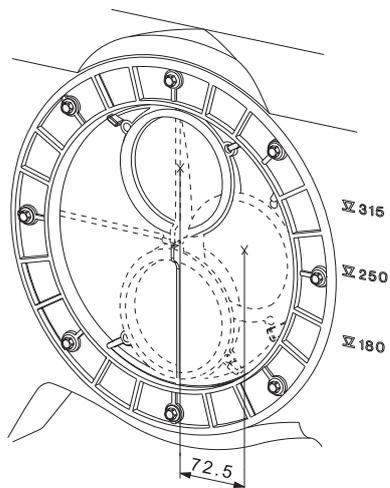
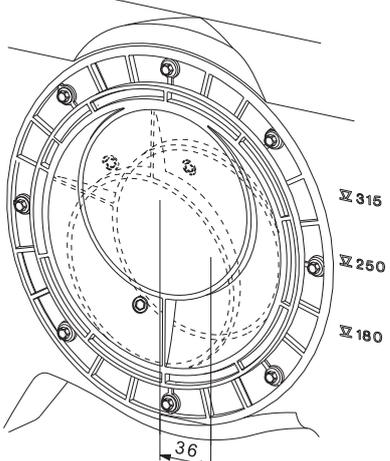

Рис. 12 Диск входного патрубка диаметром DN 100 регулируется от 180–315 мм над уровнем фундамента до середины входной трубы
Рис. 13 Поставляемый по запросу диск входного патрубка диаметром DN 150 регулируется от 207–279 мм над уровнем фундамента до середины входной трубы
2. Подготовьте входной патрубок с регулируемой высотой на задней поверхности насосной установки Multilift MD. Диаметр DN 100 диска входного патрубка позволяет устанавливать его высоту от 180 до 315 мм выше уровня фундамента. Наиболее распространенные значения высоты указаны рядом с входным отверстием: 180, 250 и 315 мм. См. рис. 12. Диск входного патрубка диаметром DN 150 поставляется в составе принадлежностей. См. рис. 13. Болты вокруг внешнего кольца диска входного патрубка закручены не полностью, что позволяет диску вращаться. Это позволит установить входной патрубок на нужной высоте. После установки требуемой высоты затяните все болты. Все болты должны быть максимально затянуты (9 Нм).
Перед подключением насосной установки Multilift MD обратите внимание на то, что при повороте диска входного патрубка для соответствия высоте всасывающего трубопровода, насосная установка и напорный патрубок также сдвинутся вбок (макс. 72,5 мм). См. рис. 12.